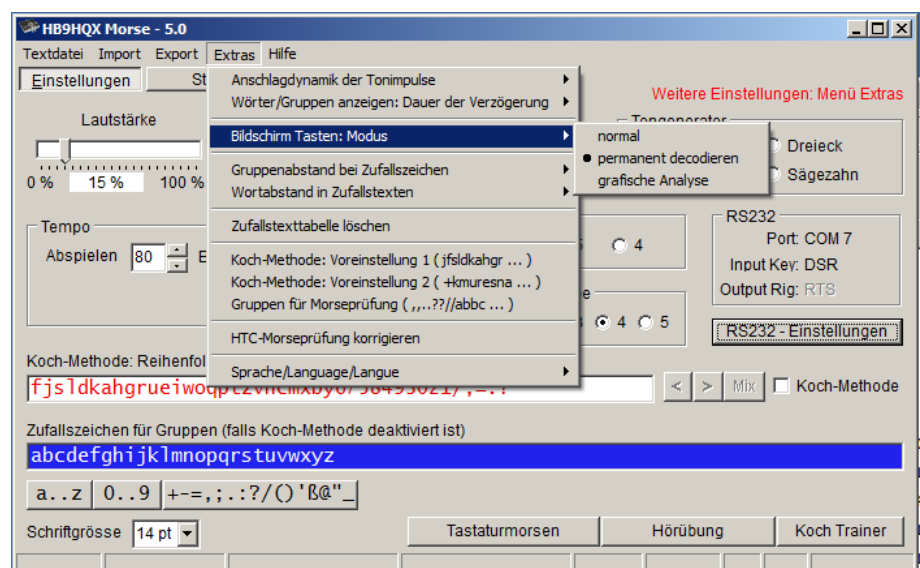

Abb. 16: Textanzeige aktivieren
- In der Kopfzeile das Menü „Extras“ anklicken. Im Feld „Bildschirm Tasten: Modus“ die Funktion „permanent decodieren“ auswählen (Abb. 16).